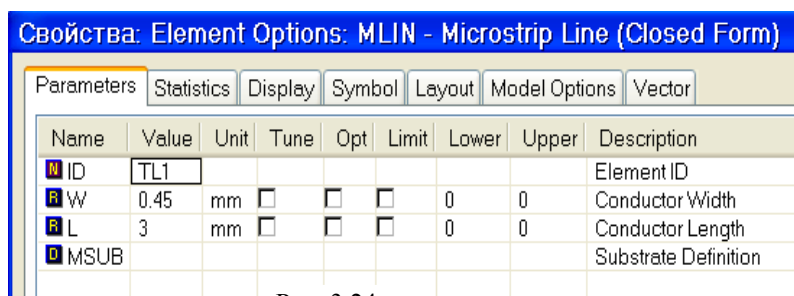

Рис. 3.24
- Дважды щёлкните по первому элементу **MLIN**. В открывшемся окне (рис. 3.24) введите **W=0.45 mm** (т.е. введите 0.45 в поле **Value** параметра **W**) и **L=3 mm**. Нажмите **OK**. Такие же значения параметров введите для последнего четвёртого элемента **MLIN**.